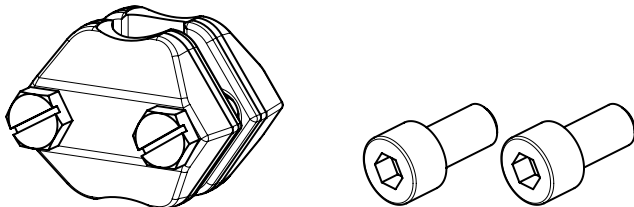

Bild 13: Anbausatz V2001
5. Antriebsstange ausfahren, bis die Antriebsstange (3) an der Kegelstange (5) anliegt.
6. Die beiden Kupplungsteile (vgl. Bild 13) des Anbausatzes V2001 ansetzen und fest verschrauben.